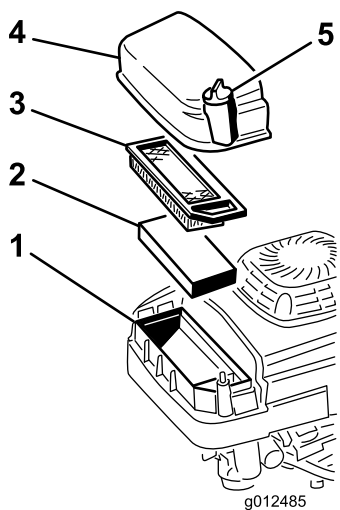

Figura 37
2. Remova o parafuso que prende a cobertura do filtro de ar (Figura 37).
3. Retire a cobertura e limpe-a cuidadosamente (Figura 37).
4. Remova e inspecione o filtro de ar de papel (Figura 37), e deite-o fora se estiver muito sujo.